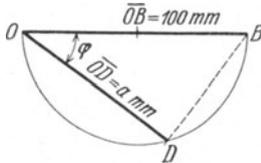

Abb. 118. Konstruktion einer Winkelgröße aus $\cos \varphi$.
1. $\cos \varphi = a$ (a dm Wert aus der Tabelle), beschreibe mit 0,5 dm (50 mm) Radius einen Halbkreis über $\overline{OB} = 1$ dm (100 mm) und trage von O aus $\overline{OD} = a$ dm als Sehne ein (Abb. 118), dann ist $\sphericalangle DOB = \varphi$: denn in dem rechtwinkligen $\triangle ODB$ ist $\cos \varphi = \overline{OD} : \overline{OB} = \frac{a \text{ dm}}{1 \text{ dm}}$, oder